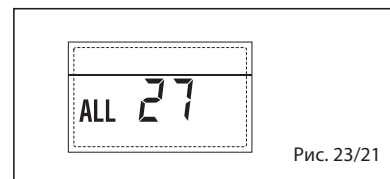

Рис. 23/21
– НЕПОЛАДКА СООТВЕТСТВИЯ ВХОДА (S3) ТОЛЬКО ДЛЯ УСТАНОВКИ 7 “ТРЕВ 28” (рис. 23/22)